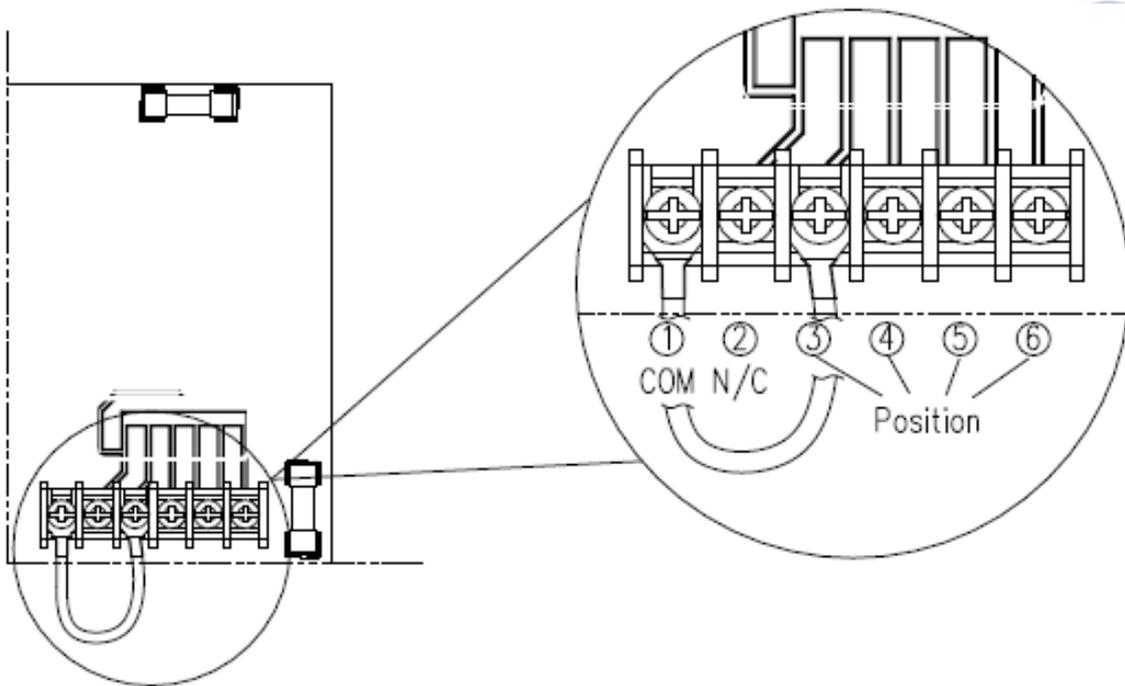

FIGURA 29 - TENSÃO RECEPTOR 612XS
Os transformadores seguem a Tabela 8 em relação a modelo, tensão e posição dos pinos da ligação do cabo que aparece Figura 29.
- Confirme que a tensão de alimentação do receptor está correta, conforme Figura 29;